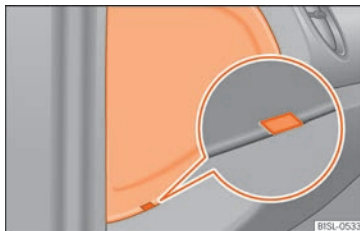

Abb. 44 Auf der Fahrerseite: Abdeckung des Sicherungskastens in der Instrumententafel.
- Führen Sie einen flachen Gegenstand, z.B. einen Schraubendreher, in die Aussparung » Abb. 44 ein und hebeln Sie die Abdeckung vorsichtig heraus.